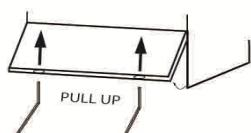

Fig.8
- Estrarre il pannello frontale con l'ausilio di un attrezzo a brugola o simile inserendolo negli appositi fori e tirando il pannello verso l'esterno. Per i modelli a Capot, svitare le viti nella parte inferiore del pannello. (Fig.8)
La taratura del dosatore va effettuata tramite la vite accessibile con lo smontaggio del pannello frontale sotto il portello vasca. (vedi Fig.8)